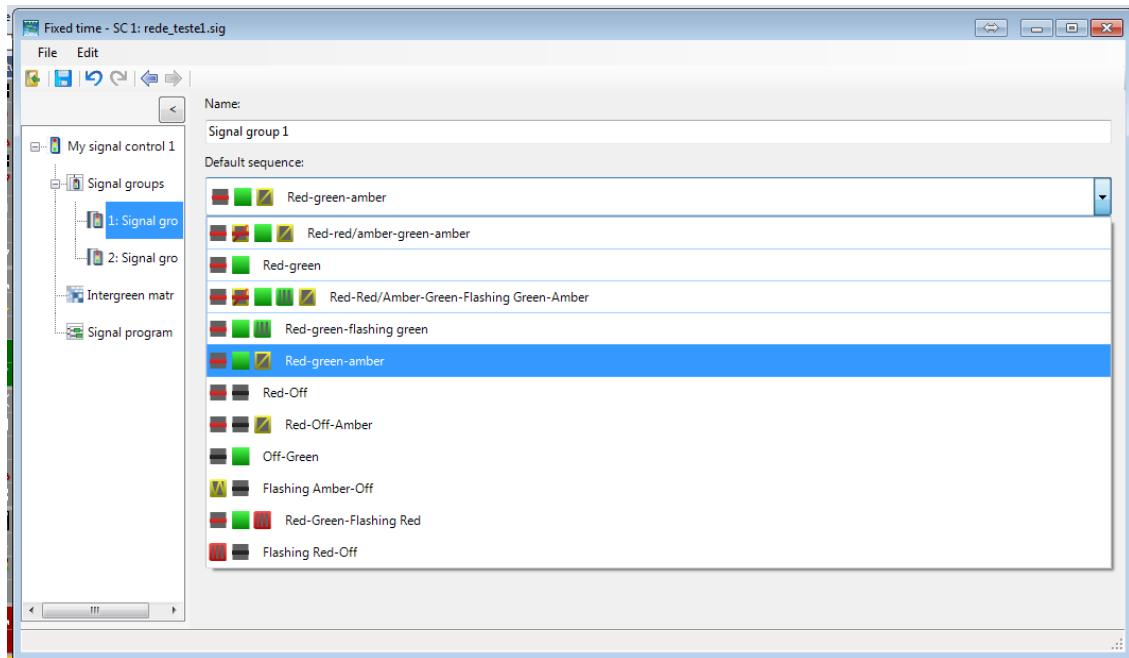

Figura 24
49. Expanda o menu **Signal Groups** clicando no cursor em cruz (árvore de diretório) configurar cada grupo. Selecione a configuração *red-green-amber* (Figura 24) e não altere os valores de tempo, conforme imagem abaixo. Repita o procedimento para o segundo grupo.